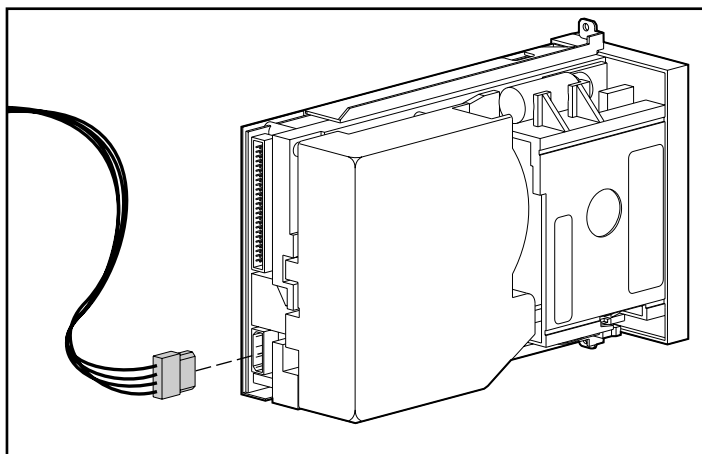

図2-7: 電源ケーブルをDLTドライブに接続する
6. 電源ケーブルをテープ ドライブに接続します。図2-7を参照してください。